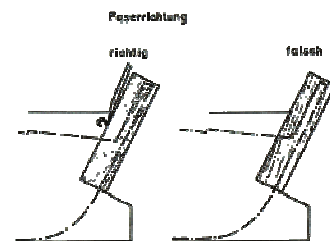

Abb. 8
- Vor dem Einleimen der Holzstücke muß man, um großen Ärger zu vermeiden, die Faserrichtung beachten. Die Bearbeitung der Innenseite kann aus Festigkeitsgründen erst nach der Beplankung erfolgen, und dann ist nur noch eine Bearbeitungsrichtung möglich (siehe Abb. 8).